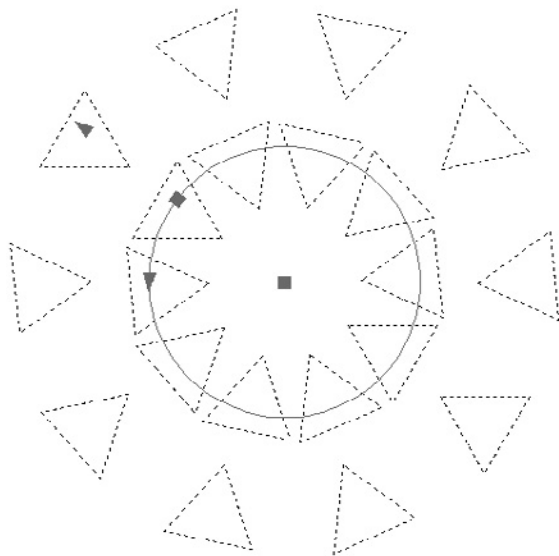

Рис. 6.14. Управляющие маркеры массива
- Выделите массив щелчком кнопкой мыши. На нем появятся управляющие ручки (рис. 6.14). Средняя, квадратная, ручка позволяет перемещать массив в новое место, вторая квадратная ручка — изменять радиус, количество строк и элементов массива, а также угол его заполнения. Треугольная ручка на окружности предназначена для поворота массива, а крайняя